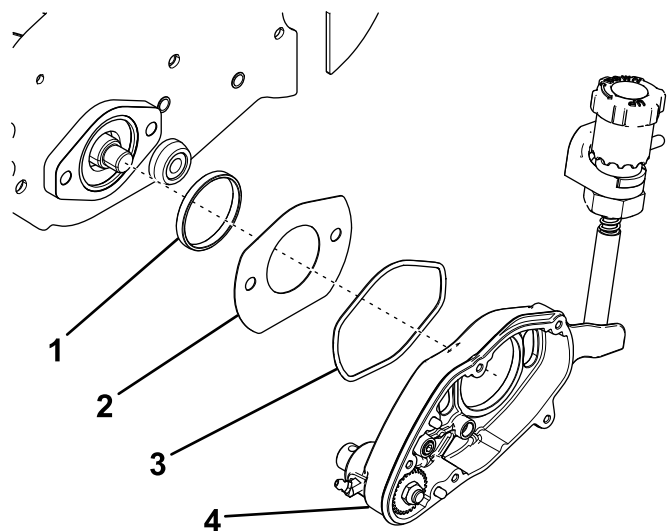

图4
10. 取下并丢弃 O 形圈 图4。
11. 取下插槽盖和适配器卡环 图4。
9. 取下疏草刀壳体 图4。